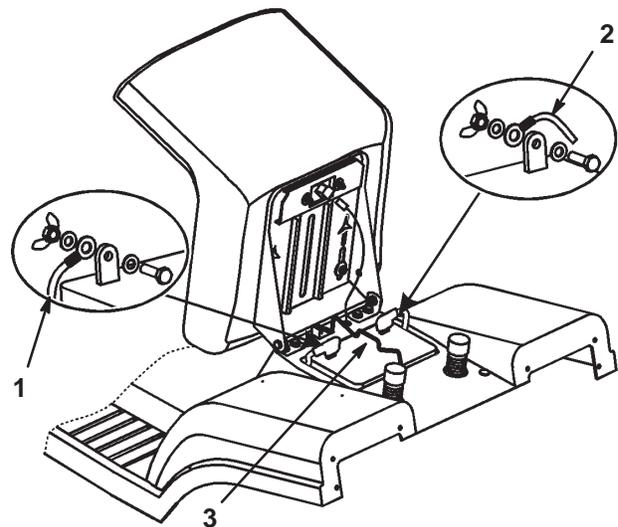

Bild 27
7. Klemmen Sie das Minuskabel (schwarz) vom Batteriepol ab (Bild 27).
9. Klemmen Sie das (rote) Pluskabel vom Batteriepol ab (Bild 27).
10. Entfernen Sie die Batterieklemmstange (Bild 27).
1. Setzen Sie die Batterie in das Chassis ein. Die Batteriepole sollten zur Vorderseite des Traktors zeigen (Bild 27).
2. Befestigen Sie die Batterie mit den Klemmstangen am Chassis (Bild 27).
3. Schließen Sie das Pluskabel (rot) mit der Schraube und der Flügelmutter am (+) Pluspol an (Bild 27). Schieben Sie die Gummiabdeckung über den Batteriepol.
4. Schließen Sie das (schwarze) Minuskabel mit der Schraube und Flügelmutter am (-) Minuspol an (Bild 27). Schieben Sie die Gummiabdeckung über den Batteriepol.